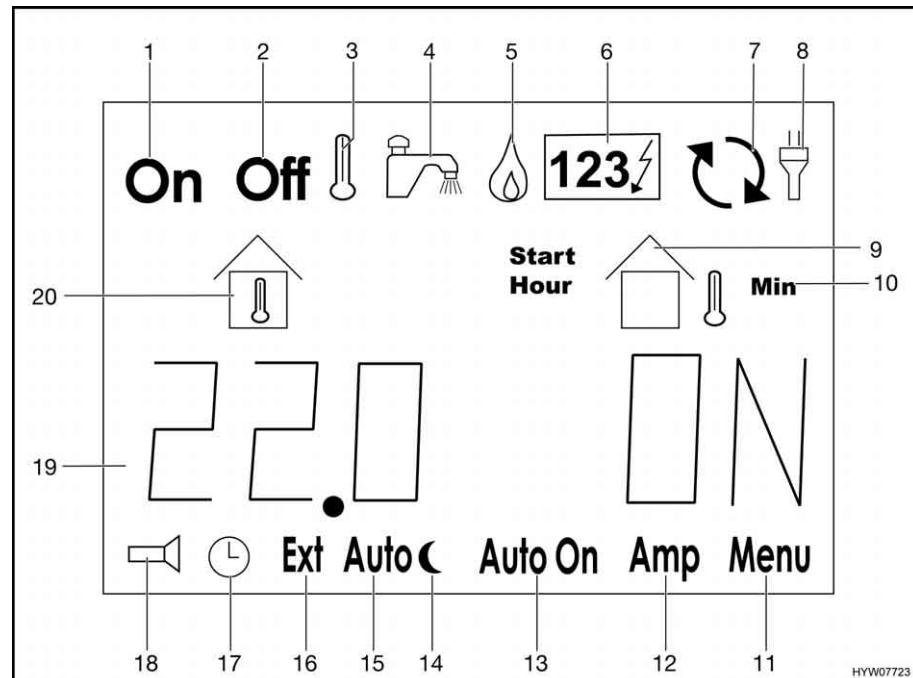

Fig. 159 Indicazioni sul display LCD
Riga informativa Nella riga informativa (Fig. 159,19) vengono indicati in forma testuale dati sulle temperature, tempi e stati di funzionamento oltre che alle segnalazioni di errore.
- Premere il tasto "▷" (Fig. 158,4) finché il simbolo "gas" (Fig. 159,5) lampeggia.
- Premere il tasto "▷" (Fig. 158,4) finché il simbolo "123" (Fig. 159,6) lampeggia.
- Premere il tasto "▷" (Fig. 158,4). Il simbolo "Off" (Fig. 159,2) lampeggiava.
- Premere il tasto "+/On" (Fig. 158,3). Il simbolo "On" (Fig. 159,1) lampeggiava. Il riscaldamento si avvia automaticamente.
- Premere il tasto "▷" (Fig. 158,4). Il simbolo "On" (Fig. 159,1) lampeggiava.
- Premere il tasto "-/Off" (Fig. 158,5). Il simbolo "Off" (Fig. 159,2) lampeggiava. Il riscaldamento si spegne.